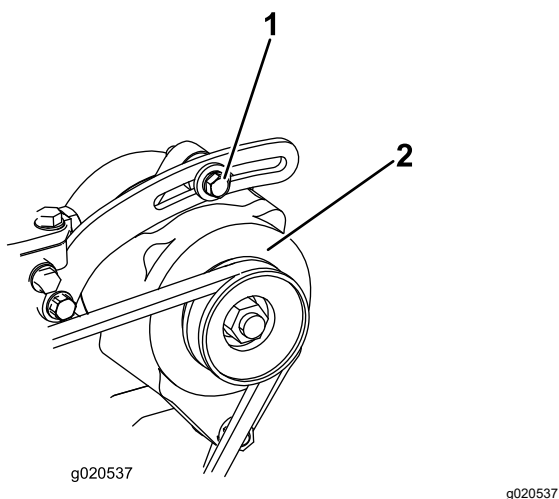

Рисунок 66
1. Если прогиб не равен 10 мм, ослабьте болты крепления генератора (Рисунок 66).